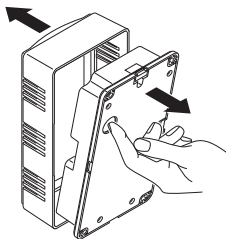

Figure 2
2. **Retirez le boîtier du carillon.** En tenant le couvercle de carillon d'une main, utilisez le trou de la base de carillon pour retirer cette dernière du couvercle de carillon (voir la Figure 2). *Remarque :* Pour retirer le couvercle de carillon une fois la base de carillon fixée, agrippez fermement le couvercle de carillon et tirez.